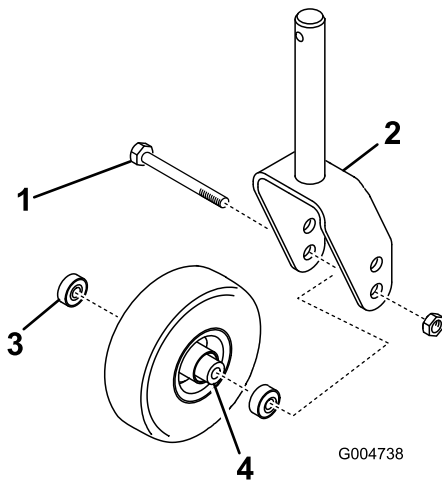
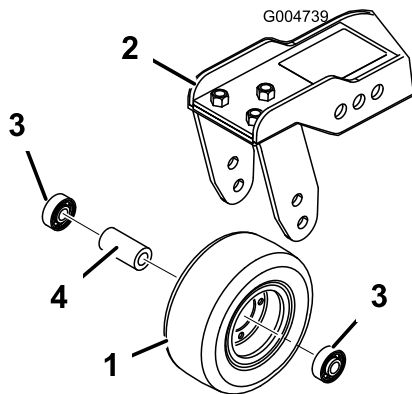

Figura 123
Figura 124
1. Retire la contratuerca del perno que sujeta el conjunto de la rueda giratoria entre la horquilla (Figura 123) o al brazo de pivote (Figura 124).
- Retire el cojinete de la rueda y deje que se caiga el suplemento del cojinete (Figura 123 y Figura 124).